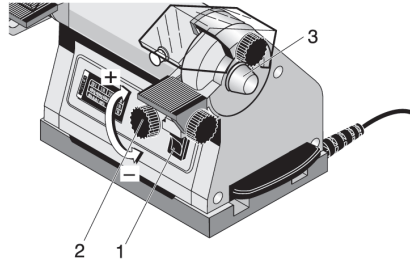

Fig. 4
5. Comute a máquina no interruptor **1** (Fig. 4).
6. Regule a velocidade adequada ao trabalho no botão (2).